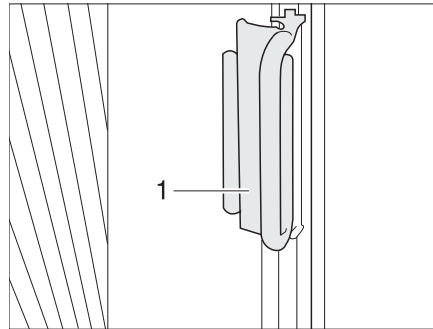

Bild 19 Griff Faltverdunklung für Frontscheibe
- Die Faltverdunklungen zu beiden Seiten der Frontscheibe jeweils am Griff (Bild 19,1) fassen und vorsichtig zur Mitte der Frontscheibe hin zuziehen, bis der Magnetverschluss die Faltverdunklung geschlossen hält.
- Den Griff (Bild 19,1) auf den Aufsatz schieben. Die Faltverdunklung ist gesichert.